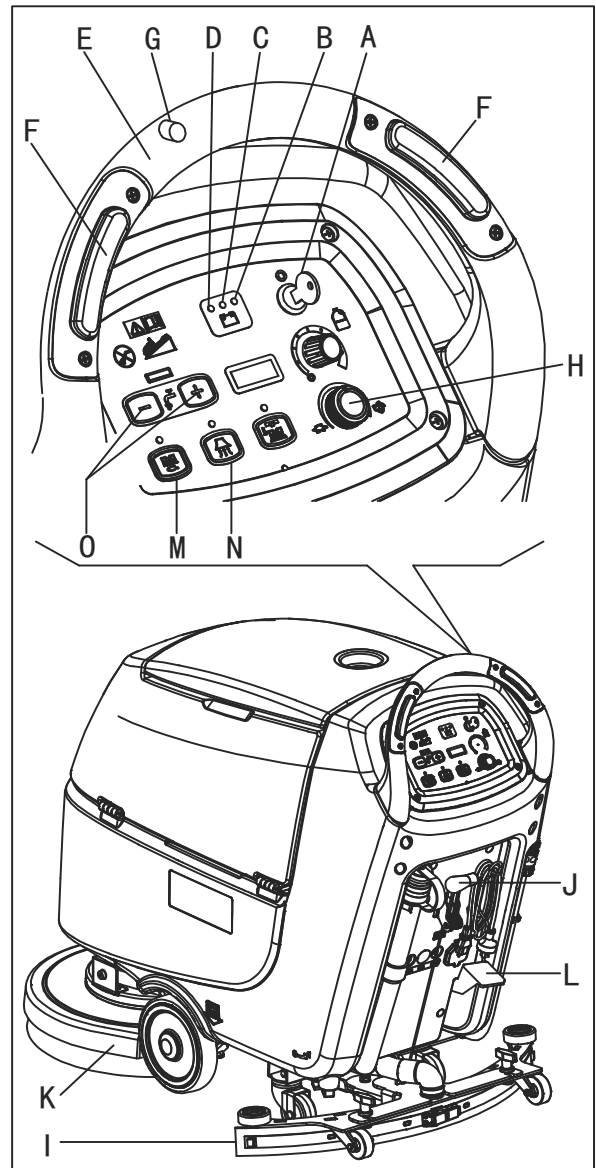

Abbildung 9
2. Stecken Sie den Zündschlüssel (A, Abb. 9) ein und drehen ihn auf "I". Überprüfen Sie, ob die grüne Kontrollleuchte (B) aufleuchtet (geladener Akku). Wenn die gelbe (C) oder rote Kontrollleuchte (D) aufleuchtet, drehen Sie den Zündschlüssel wieder auf "0" und laden die Akkus auf (siehe die Vorgehensweise in Kapitel "Wartung").
- Indem Sie sie mit den Händen am Lenker (E) schieben (nur für Maschine ohne Fahrtrieb).
- Indem Sie die Hände am Lenker (E) halten und den Schalter (F) drücken, um sie nach vorne zu bewegen, oder durch Drücken des Schalters (F) zusammen mit dem Schalter (G), um es rückwärts zu bewegen (nur für Maschinen mit Fahrtrieb). Die Fahrgeschwindigkeit kann mit dem Regler (H) eingestellt werden.
4. Senken Sie den Gummiabzieher (I) mit dem Hebel (J) ab.
5. Senken Sie das Deck des Bürsten/Pad-Halters (K), indem Sie das Pedal (L) anheben.
6. Drücken Sie den Schalter des Bürsten/Pad-Halters (M) und den Vakuumsystemscharter (N).
7. Drücken Sie die Waschwasserdurchflusssteuerscharter (O) wie erforderlich, abhängig von der Art der durchzuführenden Reinigung.
- (Nur für Maschinen ohne Fahrtrieb) Durch Drücken der Maschine mit den Händen am Lenker (E) und durch Drücken des Schalters (F).
- (Nur für Maschinen mit Fahrtrieb) Durch Drücken der Maschine mit den Händen am Lenker (E) und durch Drücken des Schalters (F). Die Vorwärtsgeschwindigkeit kann mit dem Regler (H) eingestellt werden, falls erforderlich.
2. Halten Sie beide Hände am Lenker und drücken Sie den Sicherheitsschalter (F, Abb. 9). Manövrieren Sie nun die Maschine und beginnen Sie mit dem Scheuern/Trocknen des Bodens.